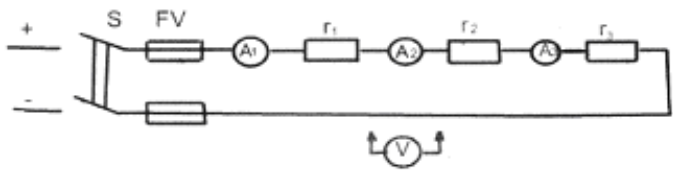

Рис.2.1
1. Собрать электрическую цепь по схеме рис. 2.1.